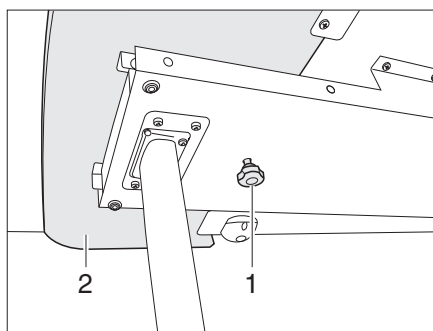
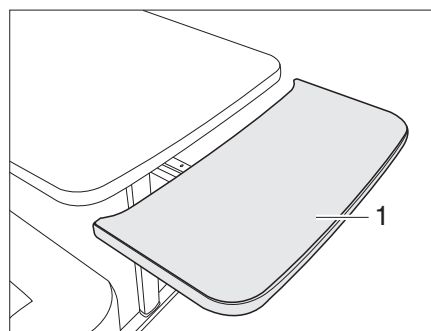

Fig. 99 Bloqueo de la prolongación del tablero de mesa
Fig. 100 Prolongación del tablero de mesa
- Aflojar el tornillo moleteado (Fig. 99,1).
- Extraer la prolongación del tablero de mesa (Fig. 99,2) hasta el tope (Fig. 100).
- Girar la prolongación del tablero de mesa (Fig. 100,1) hacia arriba formando un arco. La prolongación del tablero de mesa tiene contacto a ras con el tablero de la mesa.
- Retirar la prolongación del tablero de mesa (Fig. 100,1) del tablero de la mesa hasta el tope y presionarla hacia abajo venciendo la resistencia de los resortes de retención. La prolongación del tablero de mesa se desplazará hacia abajo formando un arco (Fig. 100).
- Apretar el tornillo moleteado (Fig. 99,1).